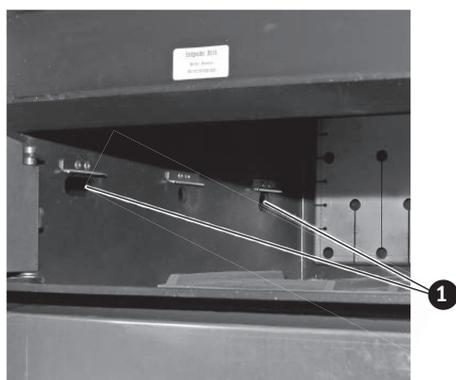

Fig. 41 Décrocher les tôles suspendues ; contrôler les ouvertures d'air primaire.
- ▶ Décrocher les tôles suspendues des deux côtés du foyer et contrôler, ou dégager le cas échéant, les ouvertures d'air primaire placées sous ces dernières – Fig. 41.